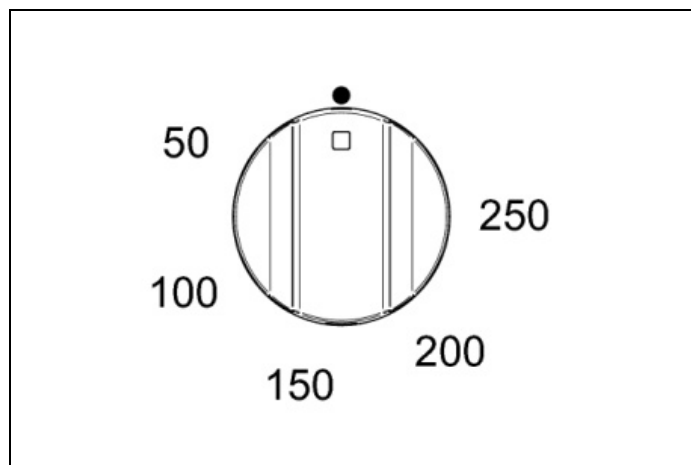
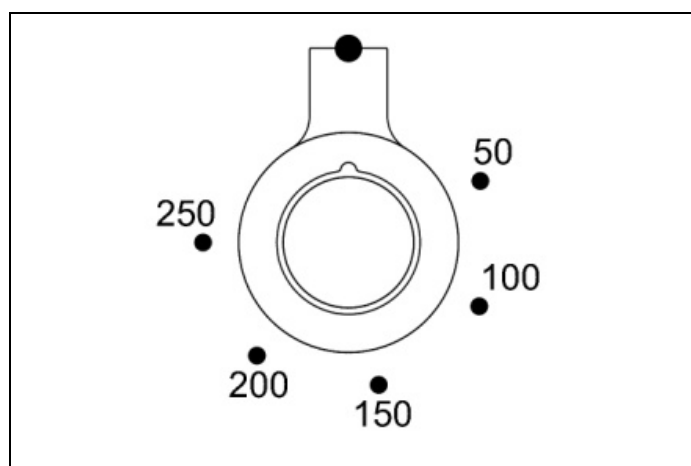
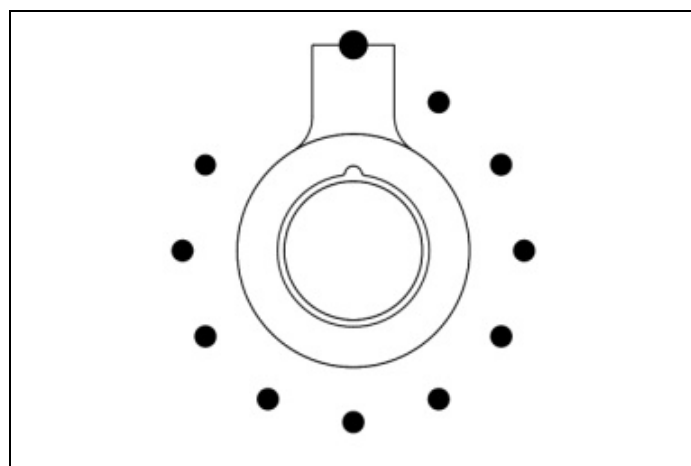

Fig. 28
Fig. 29
Fig. 30
- 2) Tourner le bouton de la température (Fig. 28 - Fig. 29 et Fig. 30 uniquement pour le modèle PRO T) dans le sens des aiguilles d'une montre pour sélectionner la température souhaitée. Le voyant orange s'éteint dès que le four atteint la température choisie et il est prêt. Il est normal que ce voyant s'éteigne et s'allume pendant la cuisson afin que les éléments maintiennent une température constante (le fonctionnement du four est indiqué sur l'afficheur du programmeur uniquement pour la version PRO T).